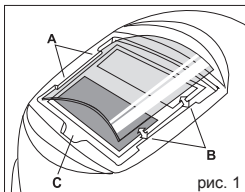

рис. 1
**Замена внешней защитной линзы:** Произведите замену внешней защитной линзы в случае ее повреждения (трещины, загрязнения или выбоины). Вложите палец или большой палец в углубление (C) на нижнем краю линзы и отогните линзу вверх, так чтобы она высвободилась из пазов, обозначенных буквами A и B. (см. рис. 1).